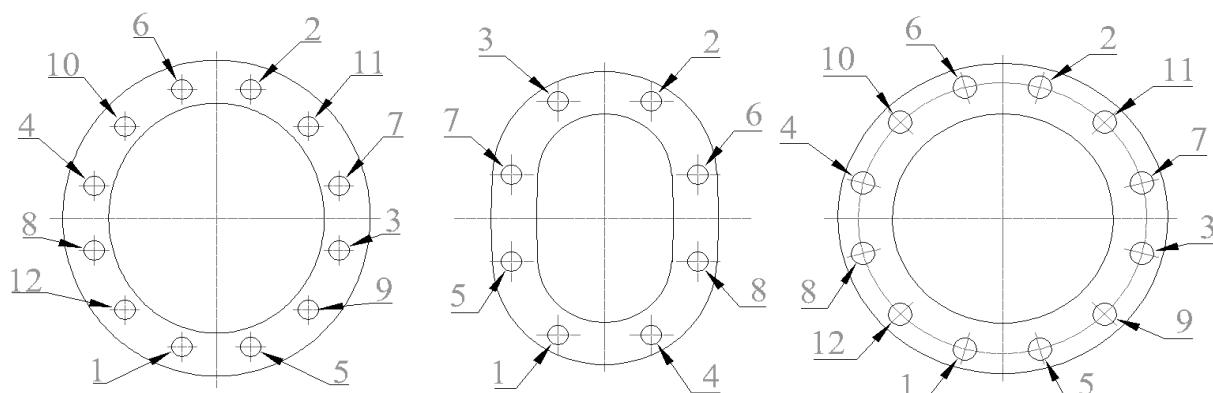

Рис. 5 Рекомендуемый порядок затяжки
- На арматуре для высоких температур и давлений после 24 часов работы все гайки должны быть повторно затянуты диаметрально-противоположным методом до расчетных значений моментов (Рис.5). Это компенсирует пластическую деформацию или ползучесть. Соответственно, рекомендуются периодические инспекции.